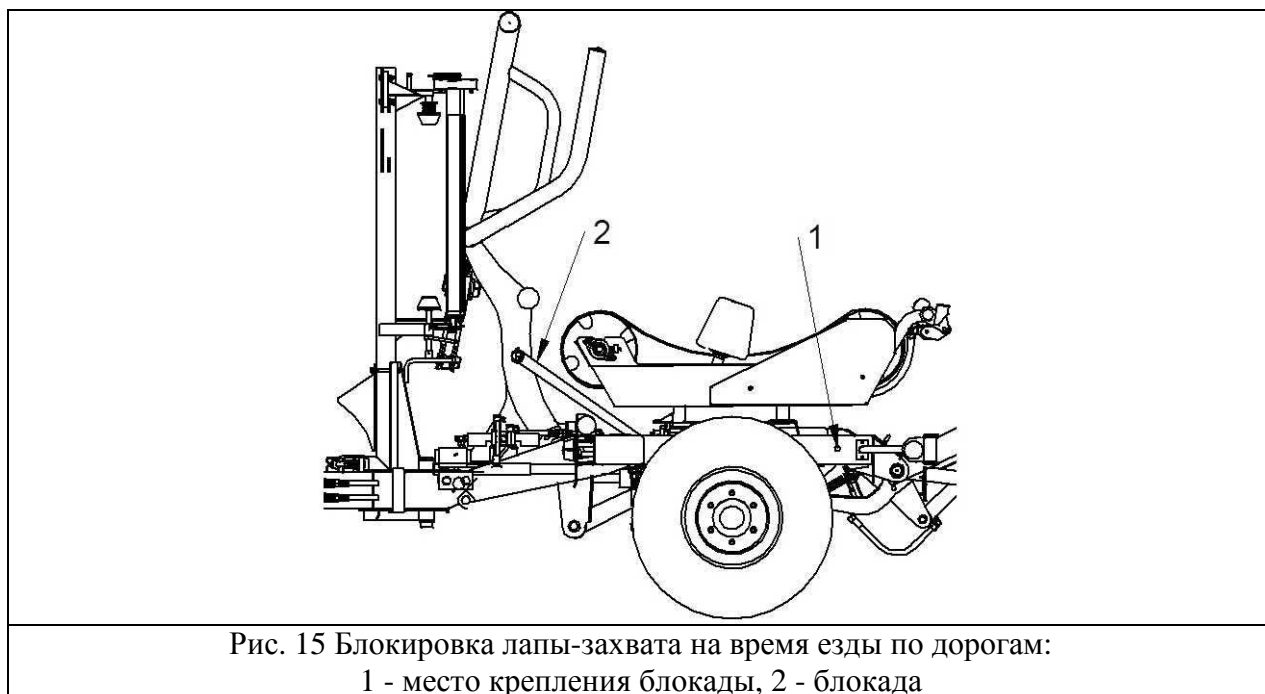

Рис. 15 Блокировка лапы-захвата на время езды по дорогам:
Лапу-захват после поднятия вверх предохранить от опускания БЛОКАДОЙ (2) см. Рис. 15 находящейся в комплекте машины (на нижней раме с левой стороны (1). Перед тем, как приступить к работе следует **обязательно снять БЛОКАДУ** и установить в предусмотренном для нее месте (1), предохраняя пружинными чеками.